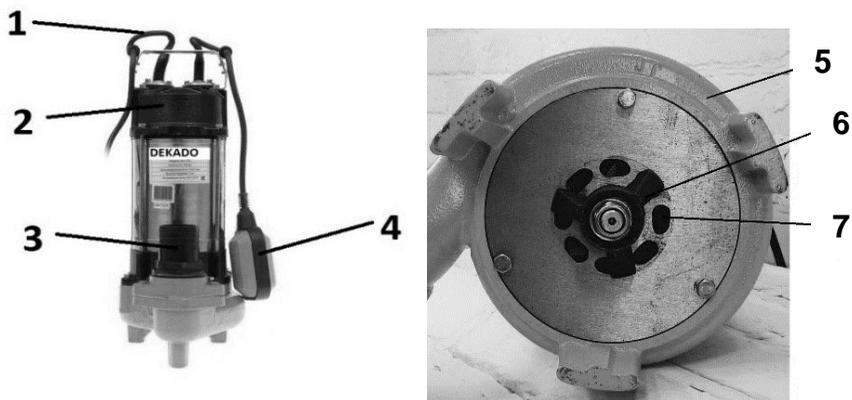

Рис. 1
2. поплавковая камера (поз.4 Рис.1), при помощи которой осуществляется управление силовым узлом гидромашины;